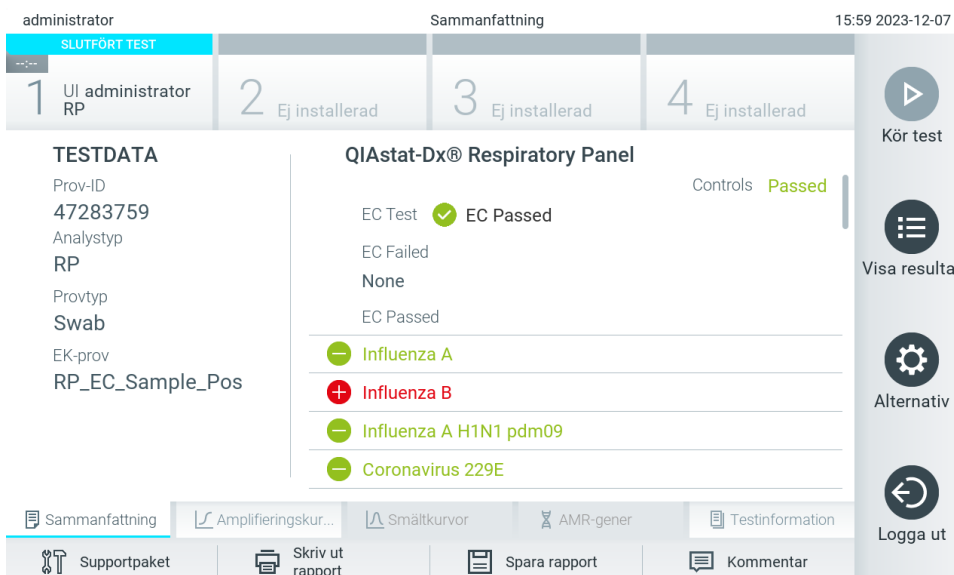

Bild 100. Skärmen EC Results Summary (EK-resultatsammanfattning).
12. När QIAstat-Dx-analyskassetten har matats ut visas skärmen Summary (Sammanfattning) (bild 100). Se avsnitt 8.3 för ytterligare information.